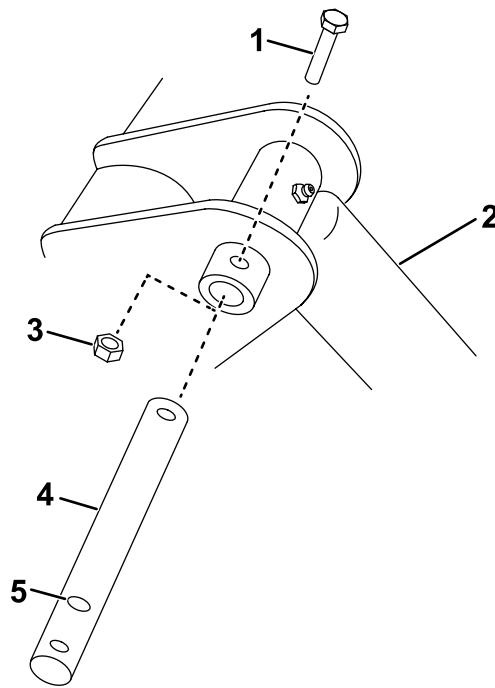

Figure 2
3. Retirez le boulon et l'écrou qui fixent l'axe de vérin d'inclinaison supérieur sur le groupe de déplacement (Figure 2).
5. Mettez l'axe neuf en place et fixez-le en insérant le boulon et l'écrou retirés précédemment dans le trou central de l'axe (Figure 2).